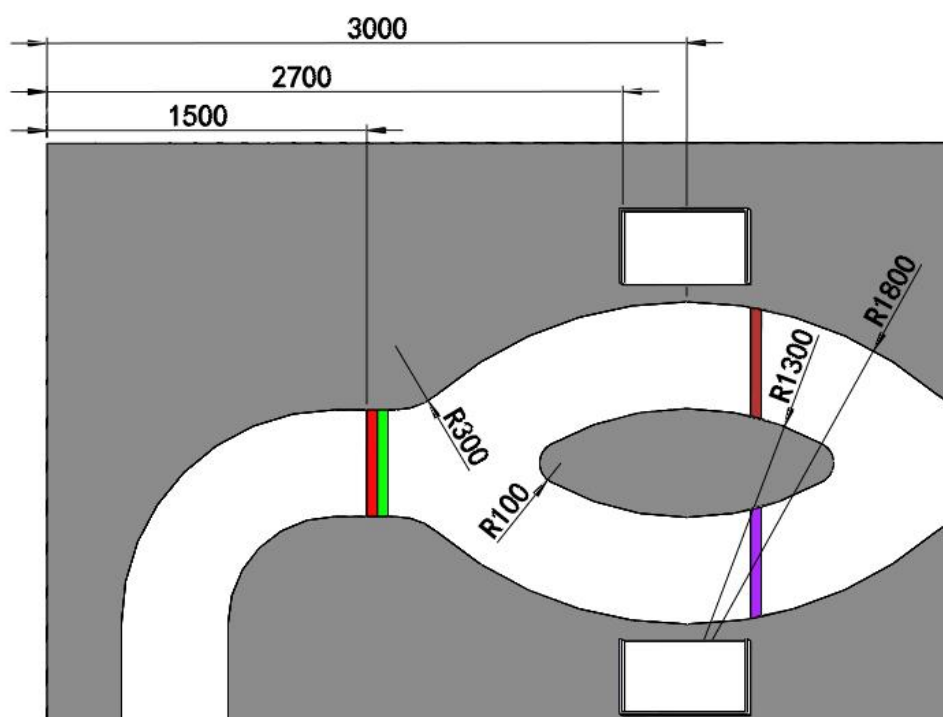

图 8 分岔路标识示意图（单位：mm）
1. 分岔路：如图 8 所示，距离比赛场地边沿 1500mm 处印有 $500 \times 100\text{mm}$ 的红绿色带，红色和绿色色带宽度均为 50mm 。